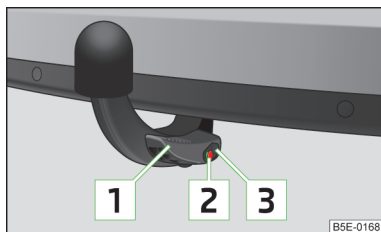

Fig. 149
- ✓ Maneta **1** se află sus de tot » fig. 149.